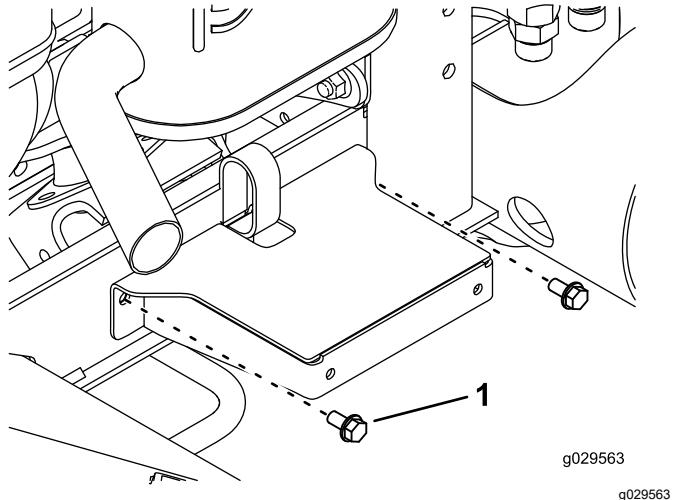

Figura 21
12. Usando los taladros que acaba de perforar, sujeté el soporte del guardabarros en el canal del bastidor con 2 tornillos autorroscantes (5/16" x 5/8"), según se muestra en Figura 21.